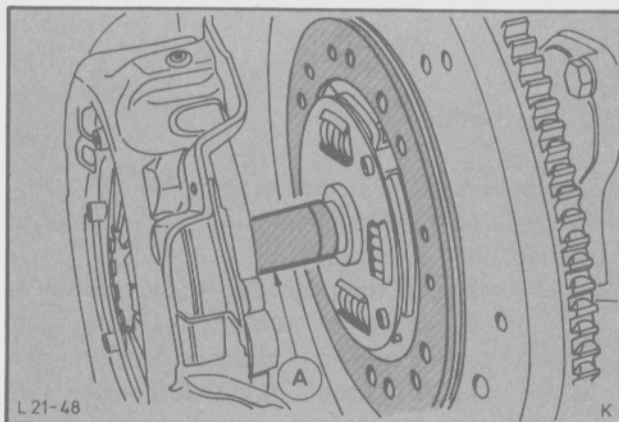

Fig. 4 - Centrado del disco de embrague con la herramienta T74G-7550-BAS.
- Instalar el disco y el conjunto de placa de embrague con la herramienta T74G-7550-BAS de centrado del disco de embrague (Fig. 4).